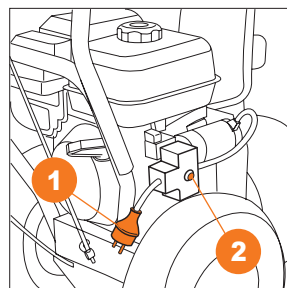

Рис. 8
- Нажмите красную кнопку запуска **2** на корпусе электрического стартера и удерживайте ее до момента запуска двигателя, но не более 5-ти секунд (Рис. 8).